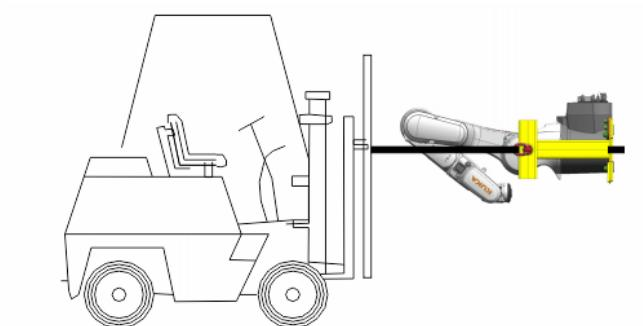

Abb. 7-10: Lastaufnahmemittel mit Gabelstapler aufnehmen
12. Lastaufnahmemittel mit Gabelstapler aufnehmen (>>> Abb. 7-10).